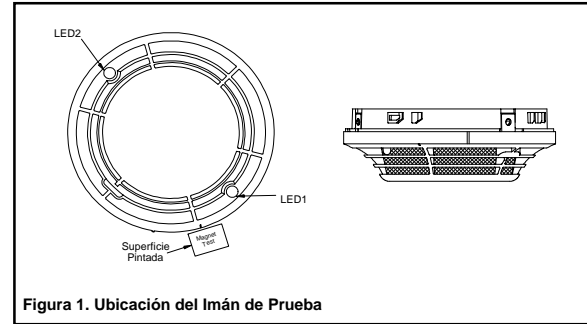

Figura 1. Ubicación del Imán de Prueba
- Pruebe el sensor situando el imán de prueba (Modelo M02-24 - opcional) al lado de la carcasa exterior a unos 2 cm de distancia del LED1 en dirección al enchufe, según se indica en la Figura 1.